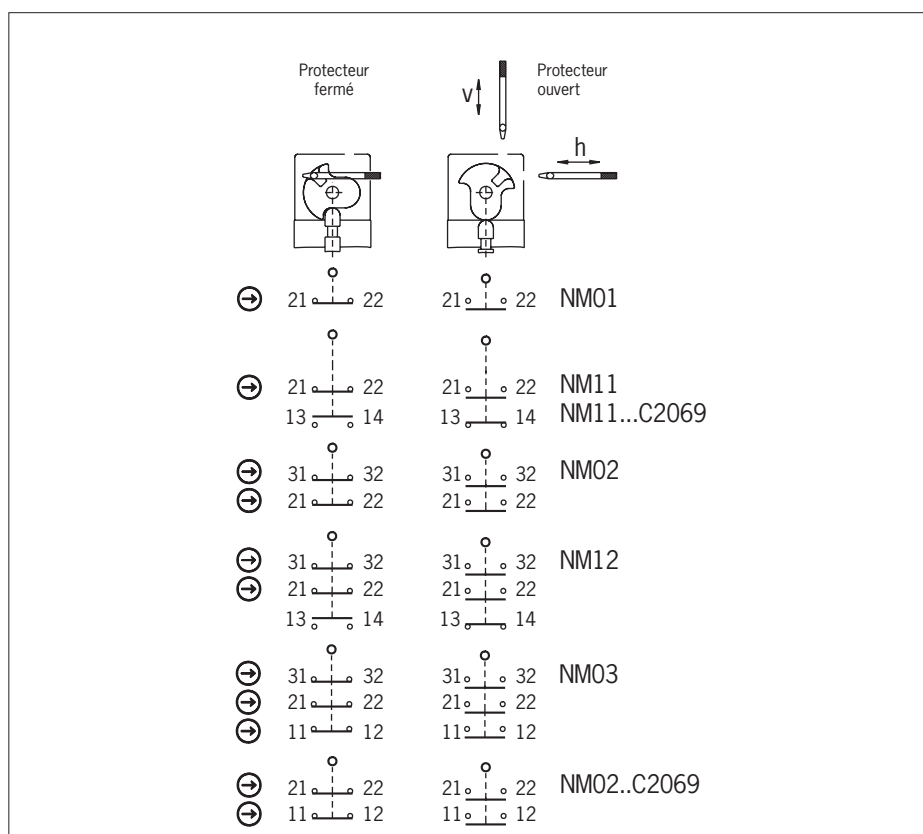

Fig. 3 : Éléments de commutation et fonctions de commutation
Utiliser au moins un contact  $\ominus$ . Celui-ci signale la position du protecteur (affectation des contacts, voir Fig. 3).
3. Effectuer le raccordement et serrer les bornes au couple de 0,5 Nm (affectation des contacts, voir Fig. 3).